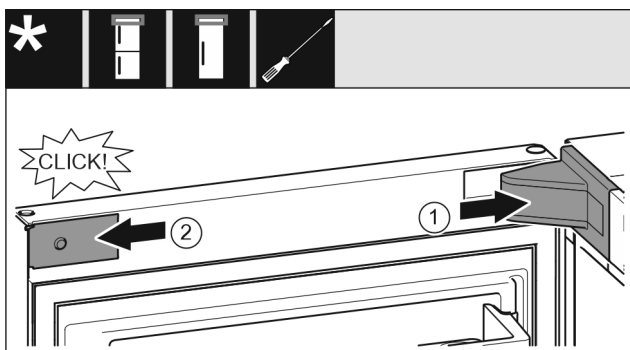

Fig. 27
- ▶ Stavite pokrov podloška ležaja Fig. 27 (1) i pustite ga da se uglati, po potrebi ga oprezno razdvojite.
- ▶ Postavite masku Fig. 27 (2) bočno i uglatite je.